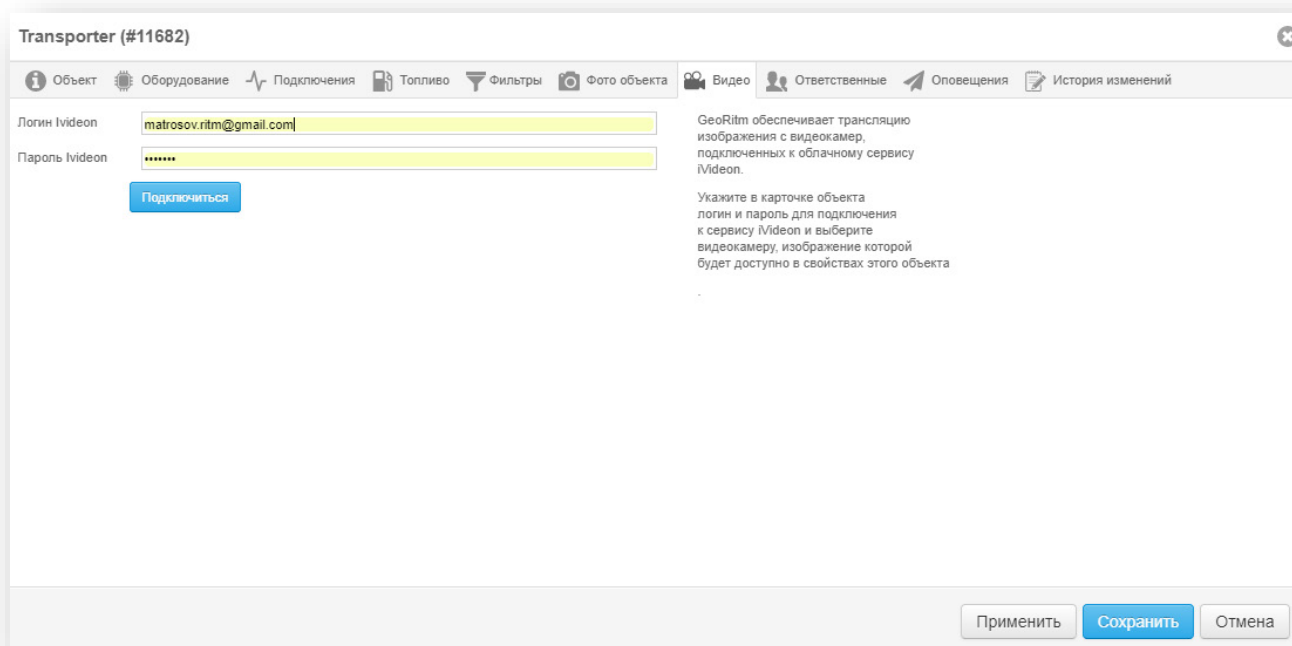

Рисунок 24. Вкладка «Видео»
- **«Видео»** (рис. 24) – укажите данные для авторизации в сервисе видеонаблюдения через интернет. Для получения видео требуется указать логин и пароль вашей учётной записи в сервисе iVideon и выбрать камеру из списка доступных.